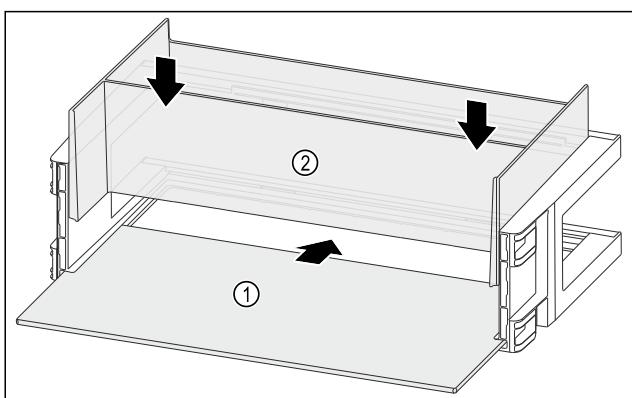

Fig. 117
- ▶ Пусніть полицю Fig. 117 (1) у бічні пази.
- ▶ Вставте органайзер Fig. 117 (2).